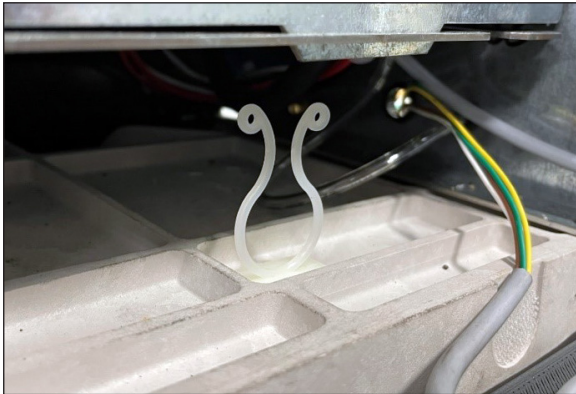

Fig. 1 Cavo del modem grigio chiaro.
1. Trovare il cavo del modem grigio chiaro sul lato destro (macchina da 22") o sul lato sinistro (macchina da 30"). Slacciare il laccetto e infilare i connettori nella boccola vicina sul pannello posteriore. Si veda la Fig. 1.